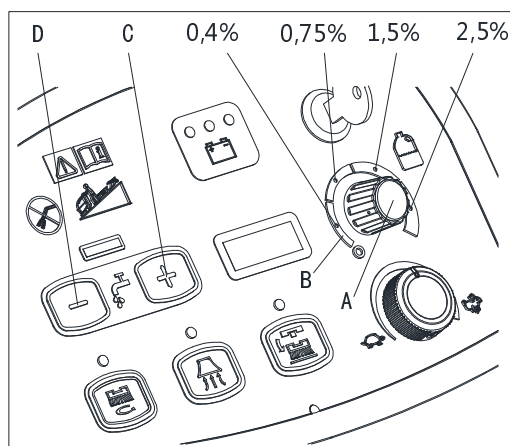

Figura 11
1. Rotiți butonul (A, Figura 11) în sensul acelor de ceasornic sau împotriva acelor de ceasornic pentru a se crește sau a se scade concentrația de detergent.
2. Concentrația medie de detergent, conform celor 4 zone de culoare de pe scala (B), sunt arătate în desen.
3. Pentru a seta cantitatea de detergent la valoarea zero, rotiți la maxim butonul (A) în sensul invers acelor de ceasornic.